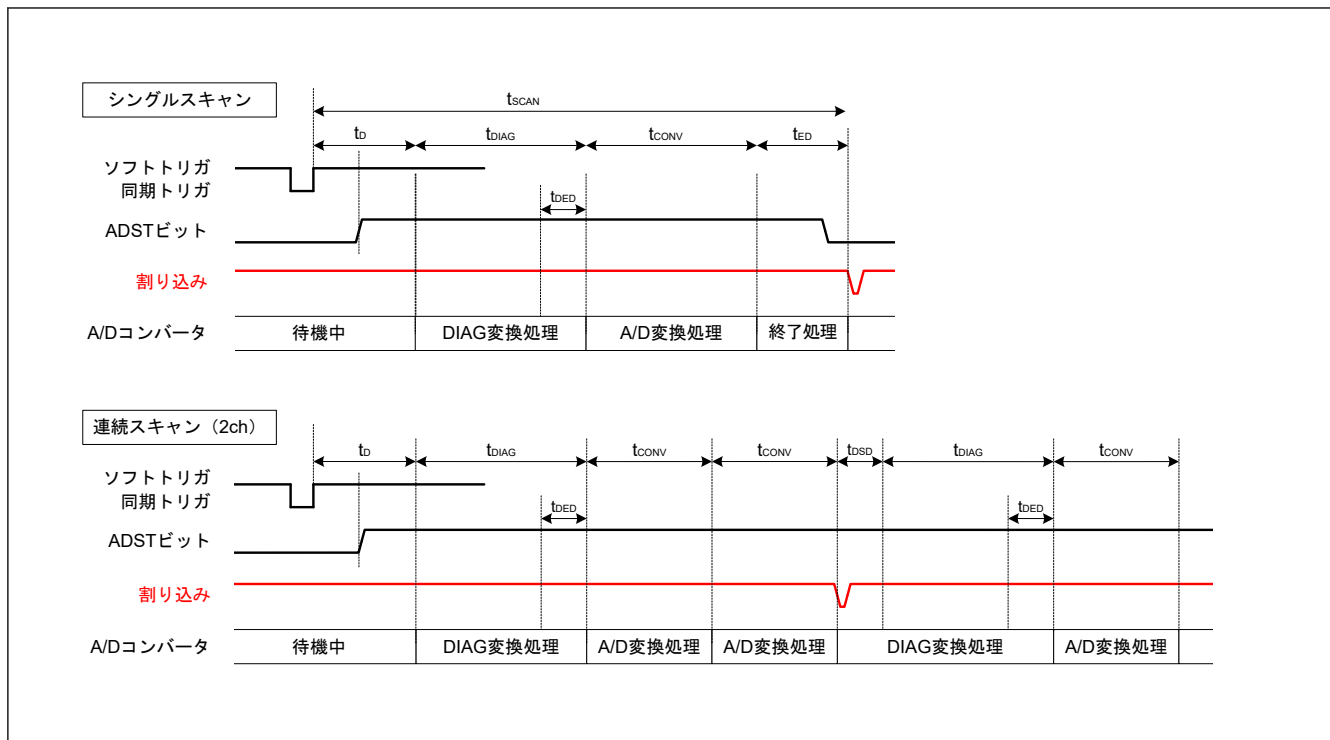
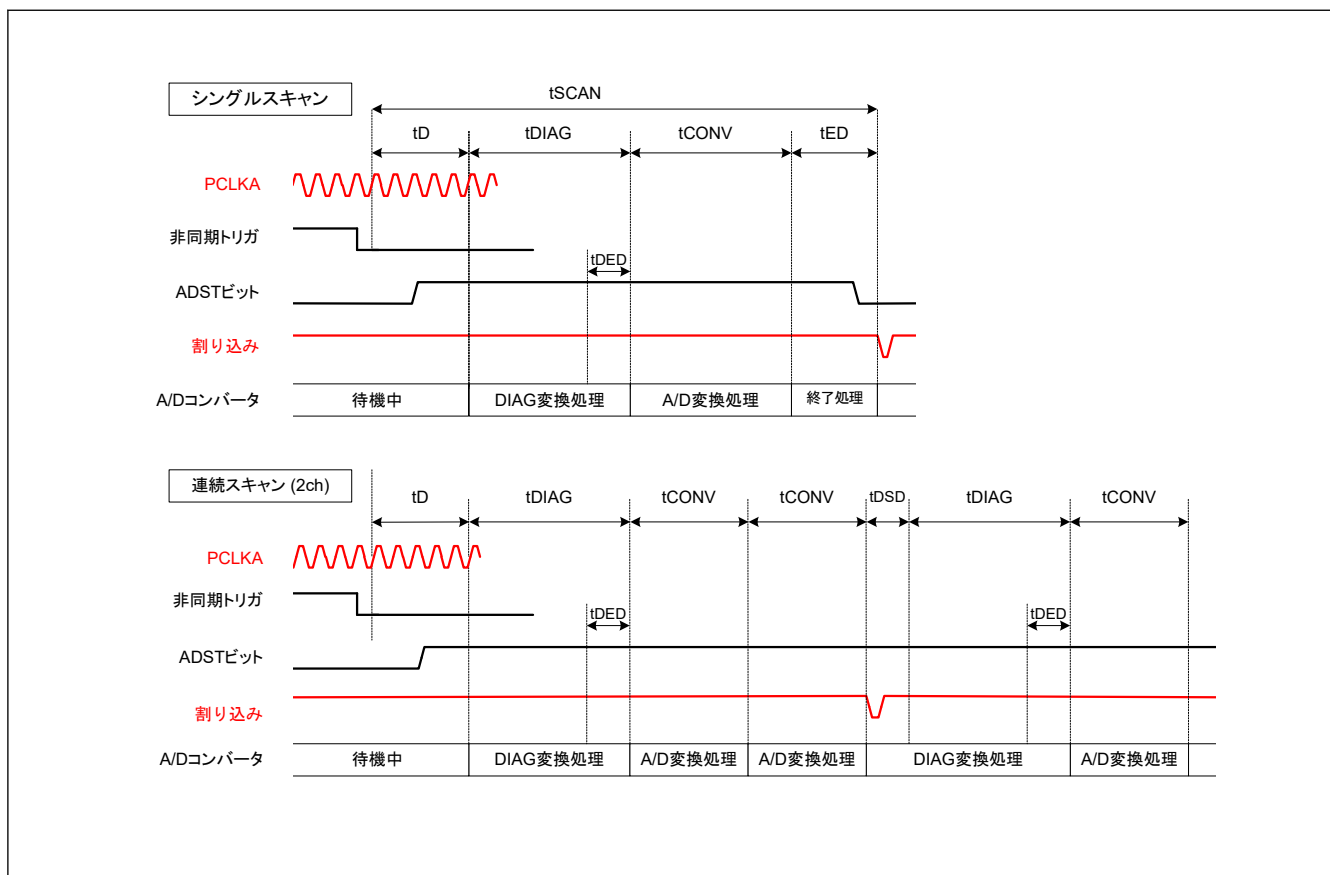

図 43.31 スキャン変換のタイミング (ソフトウェア起動または同期トリガ入力 (ELC) 起動の場合)
図 43.32 スキャン変換のタイミング (非同期トリガ入力 (ADTRG0) 起動の場合)
図 43.31 に、ソフトウェアトリガまたは同期トリガ (ELC) 起動によりスキャン変換を行う場合のタイミングを示します。また、図 43.32 に、非同期トリガ (ADTRGn (n = 0, 1)) 起動によるスキャン変換を行う場合のタイミングを示します。スキャン変換時間 (t_{SCAN}) はスキャン変換開始遅延時間 (t_D)、断線検出アシスト処理時間 (t_{DIS})^(注1)、自己診断変換時間 (t_{DIAG} および t_{DSD})^(注2)、A/D 変換処理時間 (t_{CONV})、スキャン変換終了遅延時間 (t_{ED}) を含めた時間となります。
- 注 1. t_D、t_{SPLSH}、t_{DIAG}、t_{CONV}、t_{ED} の各タイミングについては、図 43.31 および 図 43.32 を参照してください。